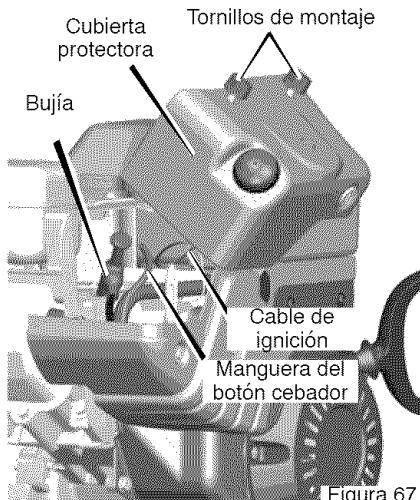

Figura 67
3. Quite los **tornillos de montaje** (Figura 67).
7. Monte la cubierta protectora en el motor y fíjela con los tornillos de montaje (vea la Figura 67).